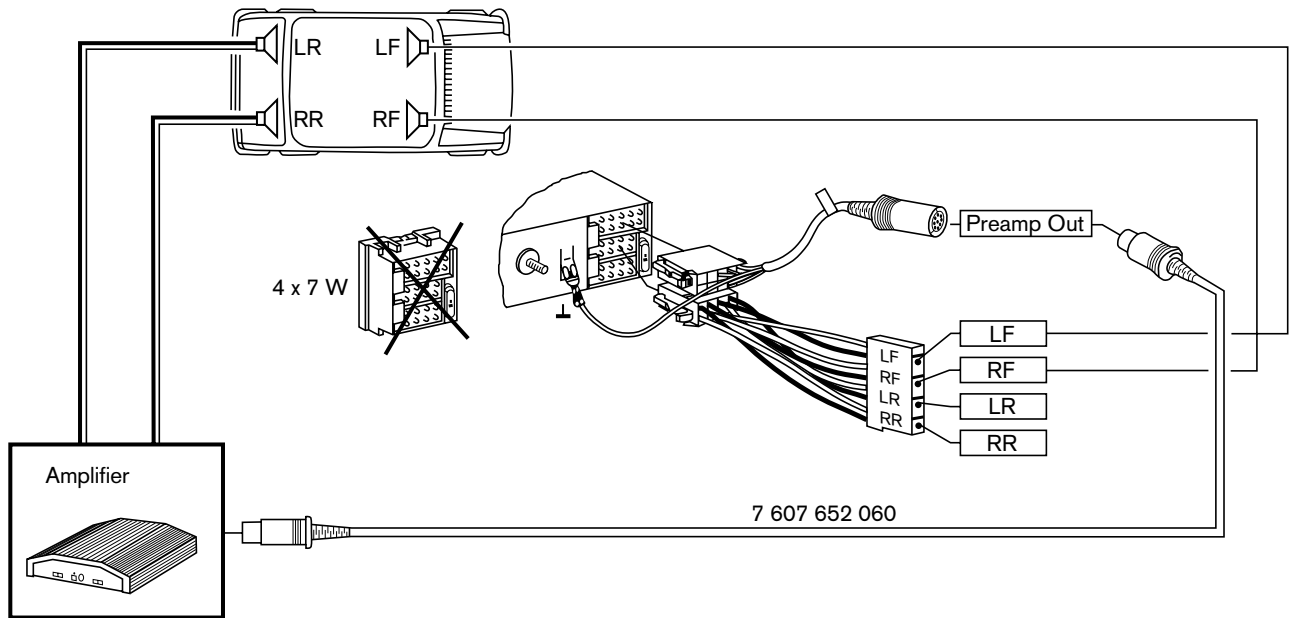

Fig. 11
- 2 Altifalantes (4 Ω/22 W) com amplificador fig. 11